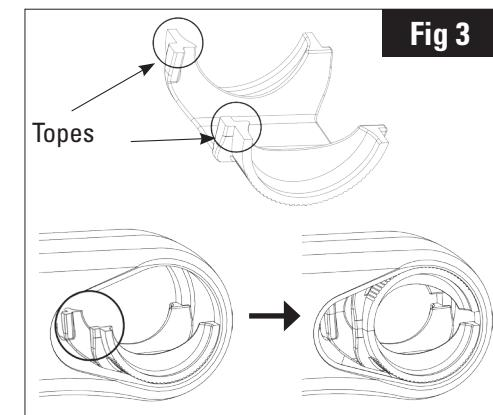

Fig 3
1. Introduzca los medios casquillos (11), horizontalmente dentro del cuerpo de la potencia, luego introduzca el segundo medio casquillo (los topes deben estar encarados y posicionados hacia delante: Fig. 3).